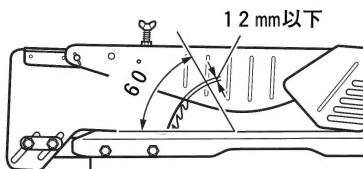

図 7-2
- ソーガードを調整しても、のこ刃との間隔が 12 mm 以下に調整できないのこ刃を使用したり、丸のこ本体の切込みを浅くして使用したりしないでください。けがの原因になります。(図 7-2)
外径が小さいのこ刃を使う場合はのこ刃とソーガードとの間隔が大きくなり (図 7-2)、ソーガードとしての働きがなくなりますから、間隔を調整してください。